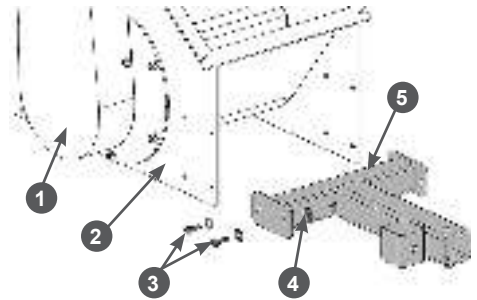

Рис. 5 Установка стойки передней опоры
2. Вставьте стойку 5 передней опоры в корпус 2 измельчителя, совместите отверстия в стойке и корпусе, и закрепите стойку с помощью болтов M8x25, шайб и гаек M8 (Рис. 5).